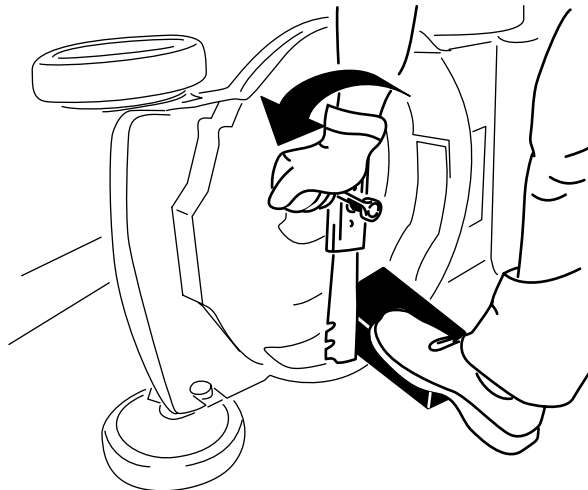

Figure 27
3. Immobilisez la lame avec un morceau de bois (Figure 27).
4. Déposez la lame mais conservez les fixations (Figure 27).